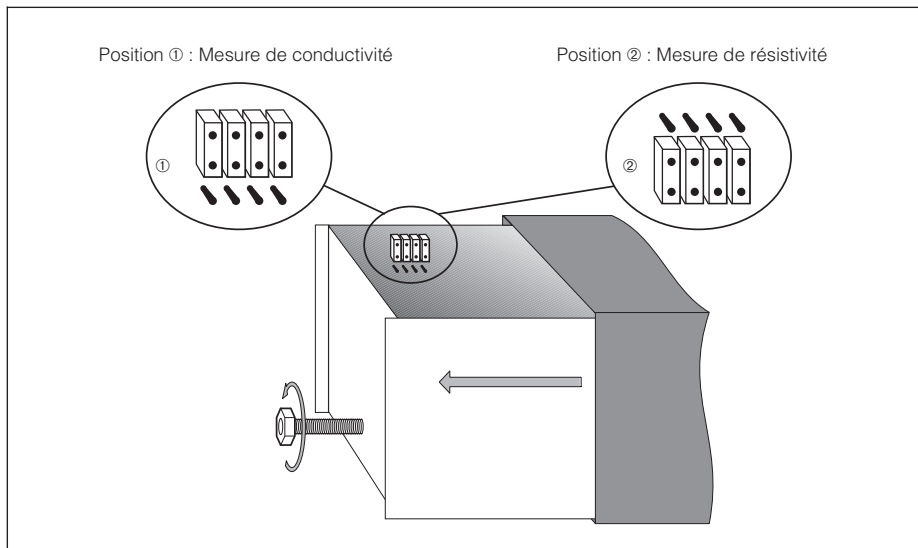

Fig. 5.2 Position des points embrochables pour la configuration de base conductivité / résistivité
Les 4 ponts sont en position ① pour la mesure de conductivité (variante CD) et en position ② pour la mesure de résistivité (variante MM) (voir fig. 5.2).